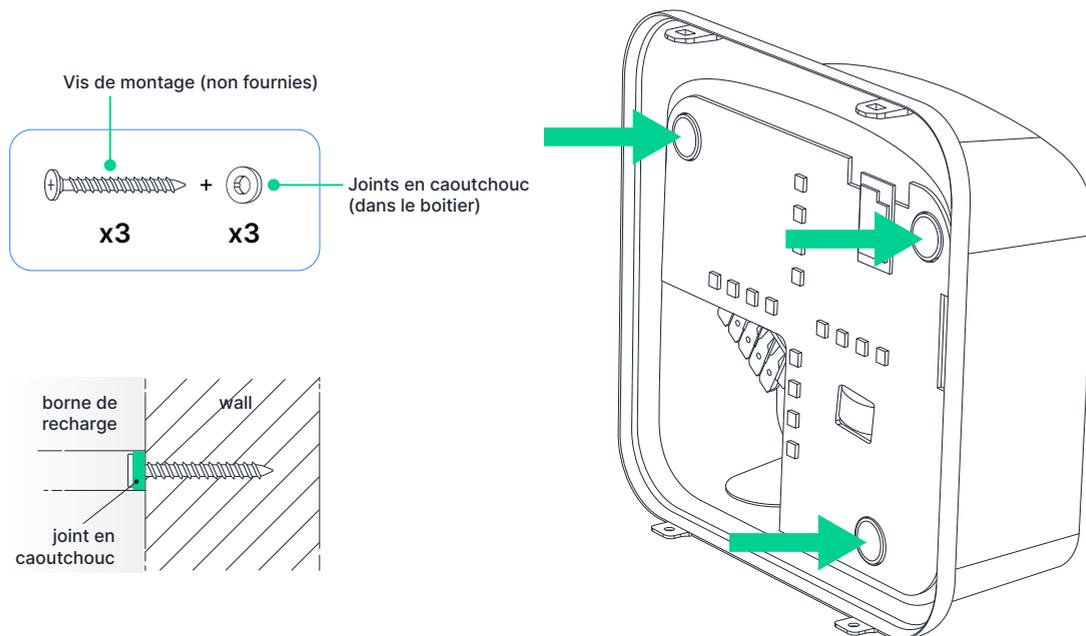

Fig. 6 - Les points de fixation de la borne de recharge
5. Percez des trous dans le mur où les points de montage sont marqués. Le diamètre des trous dépend du type de vis d'ancrage utilisé. Utilisez toujours des boulons d'ancrage conçus pour la surface du mur (p. ex. brique/béton, cloison sèche, isolation en polystyrène) et suivez les recommandations du fabricant pour les boulons d'ancrage. **Les boulons d'ancrage et les vis correspondantes ne sont pas inclus. (Fig. 6 - pag. 18)**
9. Fixez le corps principal de la borne de recharge au mur en **insérant les vis avec la rondelle d'étanchéité en caoutchouc fournie à travers les points de montage** et serrez-les à la main avec un tournevis. (Fig. 6 - pag. 18)